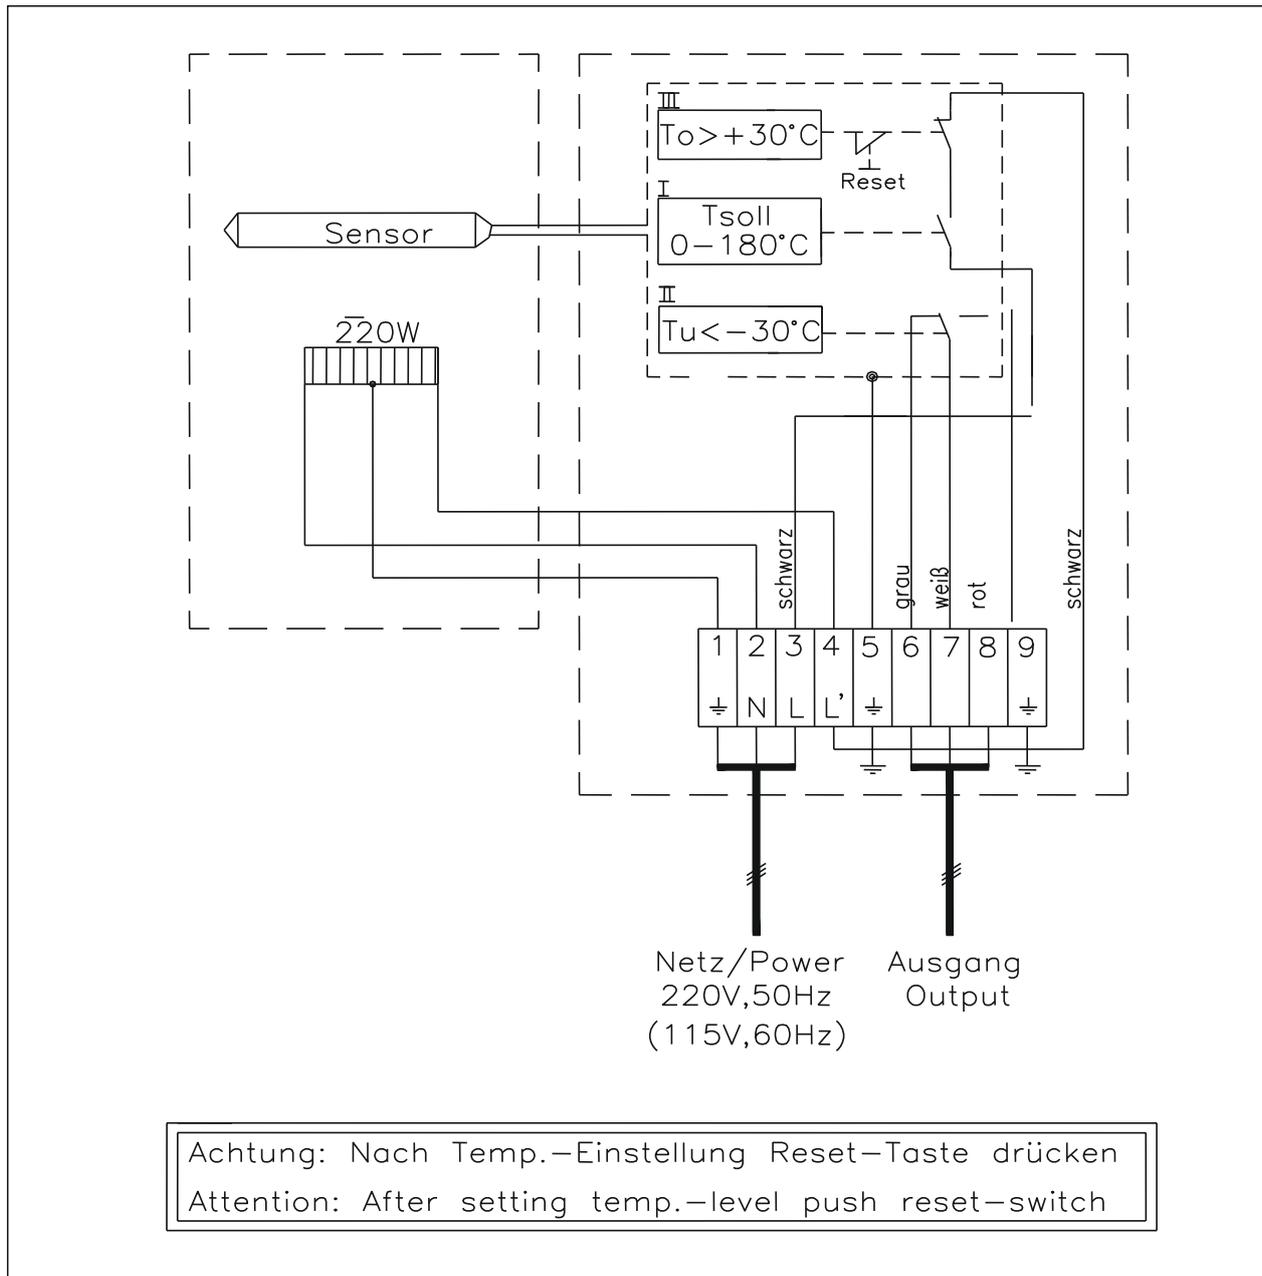

Abbildung 2 Elektrischer Anschluss des FM-200K-H/(FA)
- Das Versorgungskabel (min. 3 x 1.5 mm²) durch die Kabelführung stecken und mit den entsprechenden Klemmen verbinden (siehe auch Abbildung 2).
- Das Signalkabel durch die Kabelführung führen und an den entsprechenden Klemmen anschließen (siehe auch Abbildung 2).